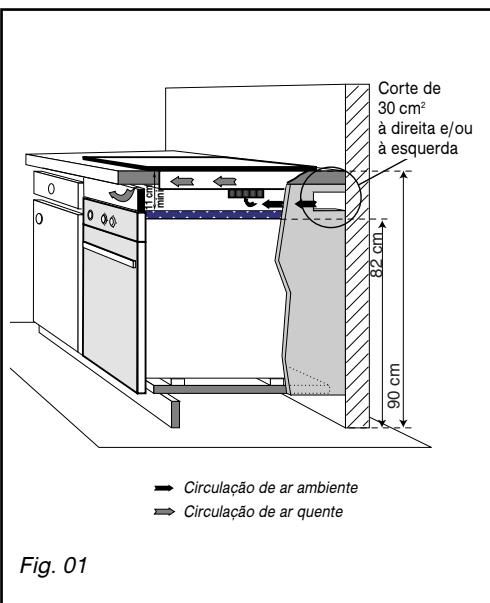

Fig. 01
Para isso, sugerimos um corte de 30 cm^2 na parte traseira de um dos lados da estrutura de encastramento (*Fig. 01*).
- Ligue os fios na instalação, respeitando as cores dos mesmos (*Fig. 01*).